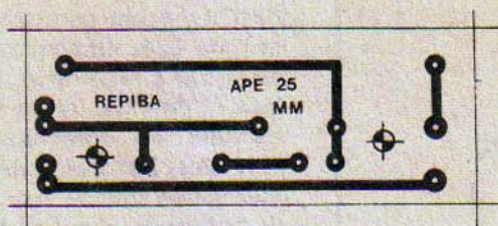

Fig. 2
- FIG. 2 - Lay out do Circuito Impresso específico, lado cobreado. O padrão é muito simples e mesmo um principiante não encontrará dificuldades na sua confecção. Em todo o caso, quem for "preguiçoso" (ou não tiver o material necessário à confecção...) pode recorrer ao prático sistema de KITS completos, adquiríveis pelo Correio (ver Cupom/Anúnc-